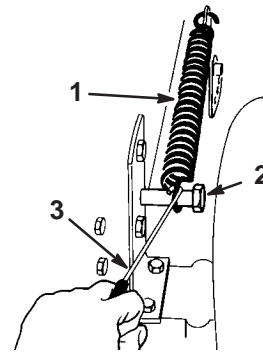

Figure 36
4. Décrochez le ressort compensateur de hauteur de coupe du boulon de fixation (Fig. 36), à l'aide du crochet fourni avec la machine. Ce ressort se trouve entre le châssis et la roue arrière droite.
13. Mettez le levier de hauteur de coupe (relevage du plateau) en position "D". Accrochez le ressort de compensation au boulon de fixation pour ne pas le perdre (Fig. 36).